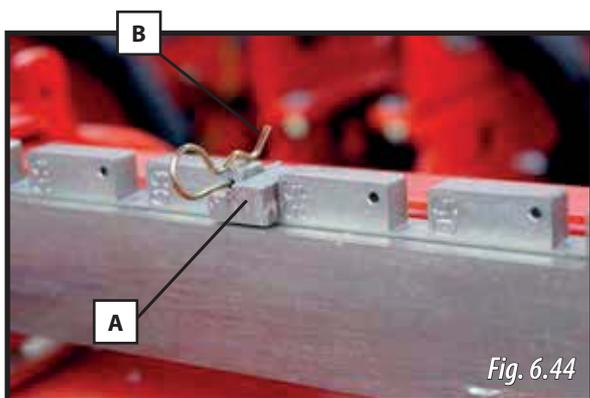

Fig. 6.44
1- Sacar los pasadores (B, Fig. 6.44) de los elementos y retirar los topes de apertura (A, Fig. 6.44).
- 2- Sacar los pasadores (B, Fig. 6.44) de los elemento y retirar los topes de apertura (A, Fig. 6.44).